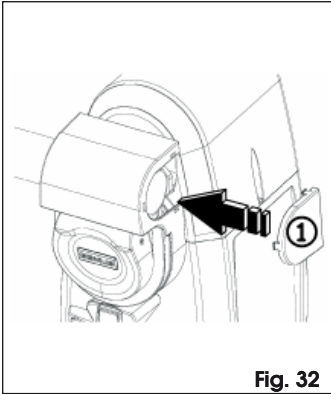

Fig. 32
- Posizionare il tappo posteriore del carter di sblocco, Fig. 32 rif. ①.